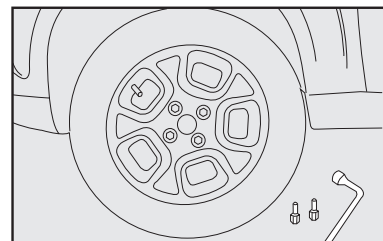

fig. 10
10) Apriete los tornillos, utilizando la llave especial **fig. 10**.